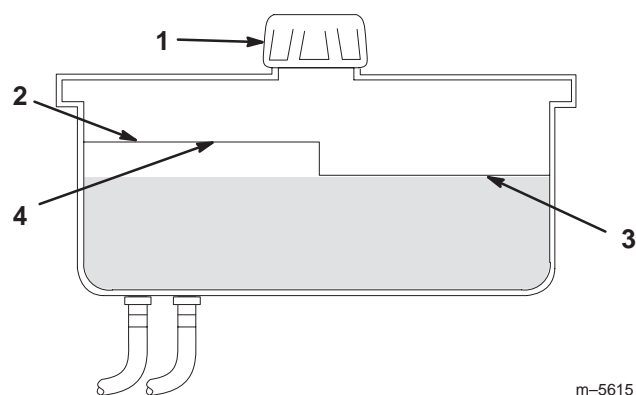

Figure 51
2. Nettoyez la surface autour du goulot de remplissage du réservoir hydraulique (Fig. 51).
3. Enlevez le bouchon du goulot de remplissage et vérifiez si le réservoir contient du liquide (Fig. 51).
Remarque : Lorsque l'huile est chaude, le niveau de liquide doit atteindre le haut du repère **à chaud** sur le déflecteur (Fig. 51).